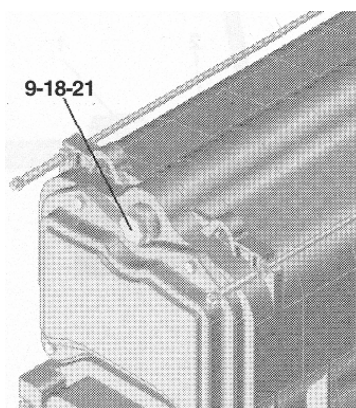

Рис.10
15. Установите переходник (21), уплотнение (9) и гильзу (18). Убедитесь в том, что уплотнение гильзы полностью изолирует место установки. В случае необходимости провести дополнительное уплотнение, для чего воспользуйтесь пеньковой уплотнительной лентой и смазкой (высокотемпературным герметиком). (Рис.10)
16. Установите на задней части тела котла уплотнения (19) и фланцы (20) подключений подающего и обратного потоков.